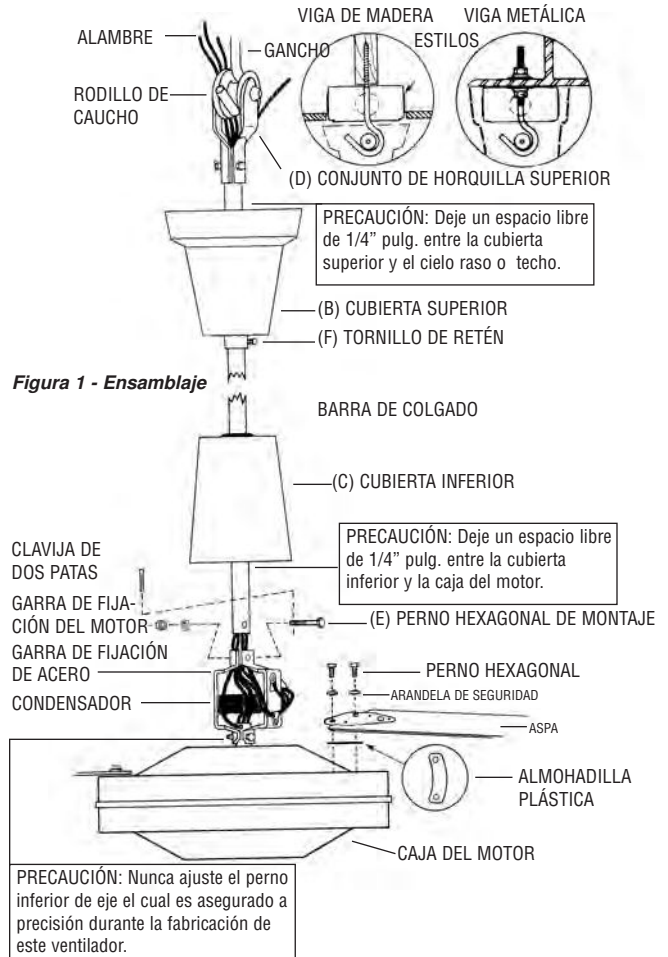

Figura 1 - Ensamblaje
2. En la garras de fijación (A) del motor, retire la clavija de dos patas y afloje la tuerca hexagonal. Retire cuidadosamente la arandela resortada y el tornillo hexagonal (E). (Véase la Figura 1)
3. Deslice la cubierta superior (B) (en forma de campana) hacia arriba por la barra. Deslice la cubierta inferior (C) hacia arriba por la barra.
4. Inserte los 5 cables eléctricos y el cable de seguridad a través del orificio central en la garras de fijación de acero sobre el motor (A) y luego continúe insertando los cables eléctricos y el cable de seguridad a través de la barra de colgado hasta que los cables eléctricos y el cable salgan en el extremo superior (horquilla).
5. Monte la barra de colgado a la garras de fijación (A) y coloque nuevamente el tornillo hexagonal. Asegure la tuerca hexagonal de arandela resortada y abra la clavija de dos patas.
PRECAUCIÓN: Las aspas deben sujetarse al motor según se muestra en la Figura 1. NO invierta las aspas durante la instalación.